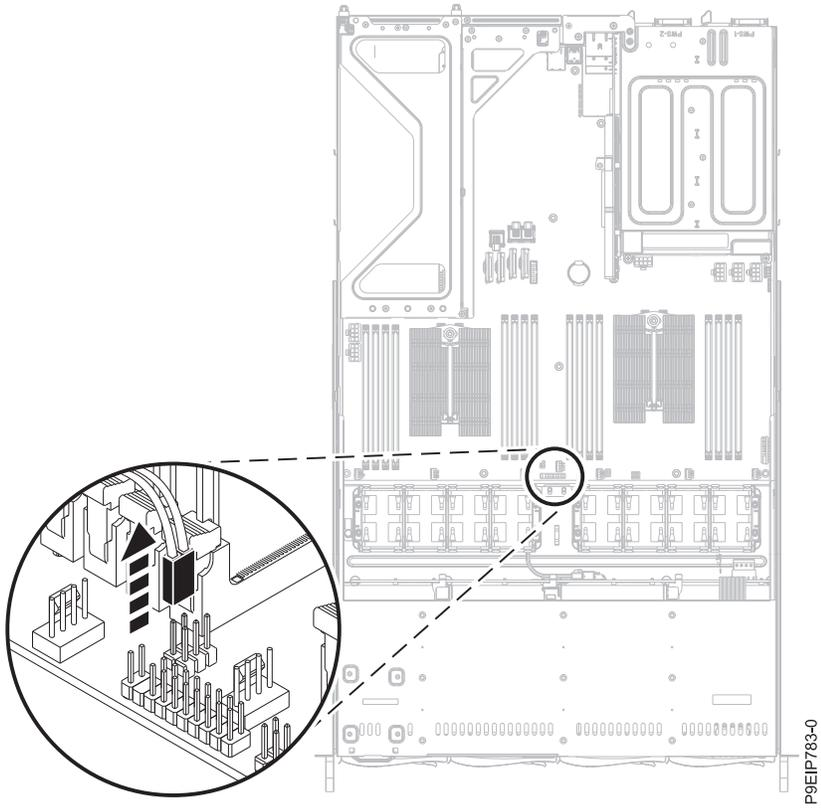

図 37. カバー・スイッチ・ケーブルの取り外し
9. カバー・スイッチ・ケーブルの位置と方向をメモします。システム・バックプレーンからカバー・スイッチ・ケーブルを取り外します (40 ページの図 37 を参照)。